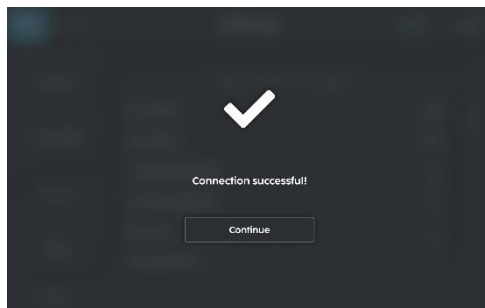

Fig. 6
2. Als de verbinding succesvol is (fig. 6), is de netwerkverandering geslaagd.